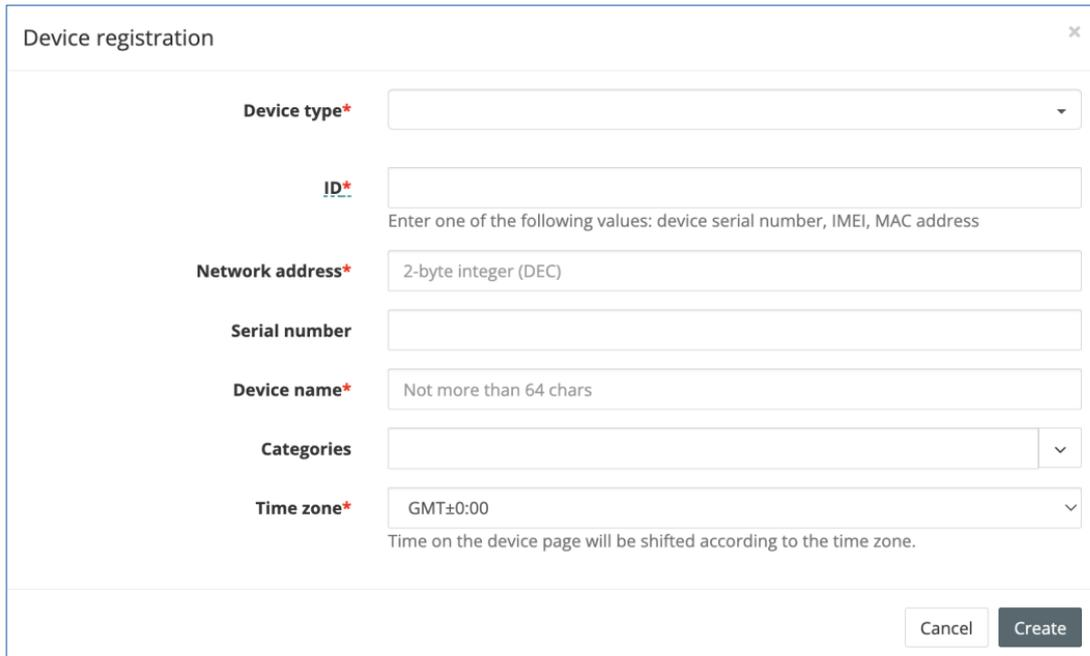

Abb. 16.4
2.2. Öffnen Sie auf der Seite **Administration** das Register **Devices** und klicken Sie auf die Schaltfläche **Add device** (Gerät hinzufügen). Das Fenster wird geöffnet (Abb. 16.4).